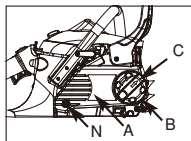

Fig. 3B
3. Løsne knappen (C) lett ved å vri knotten mot klokken og vri deretter kjedespenningsringen for kjeden (B) mot klokken for å lette opp spenningen på kjeden. (Fig.3B)
4. For å fjerne dekslet på tannhullet (A), fjern skruen (N), vri knappen (B) mot klokken. (Fig.3B)